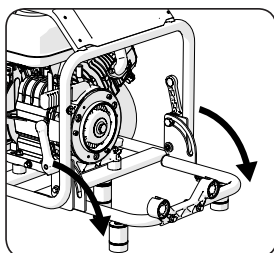

Fig 8
- Adagiare il telaio di montaggio degli accessori. (**Fig. 8**)